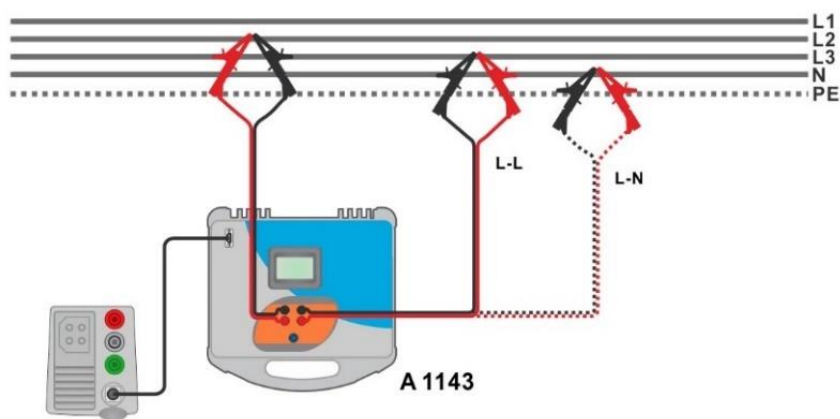

Fig. 4.61: Fas-neutral eller fas-fas högpresisions Line-impedansmätning – Anslutning med A 1143
- › Anslut testledningarna till objektet som skall testas, se **Fig. 4.61**